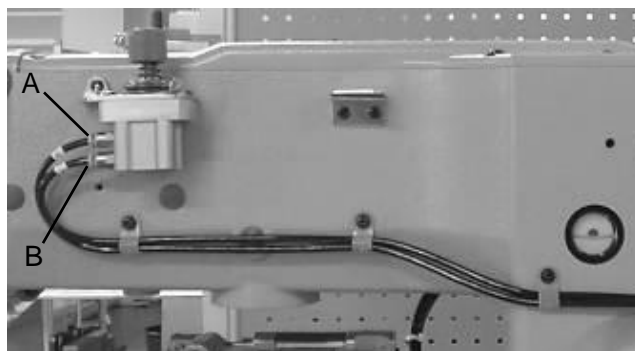

図 3
- (4) エアチューブは付属のナイロクリップを使用して図 3 のようにミシン右側に配管します。